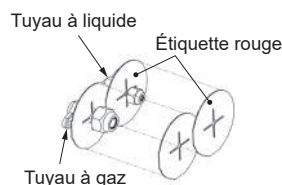

Fig. 4-3
- Les étiquettes rouges sur la conduite de liquide et la conduite de gaz indiquent qu'un réfrigérant inflammable est utilisé. Si vous les avez enlevées pour effectuer des travaux de tuyauterie, veillez à les remettre dans leur position d'origine une fois les travaux terminés. (Fig. 4-3)